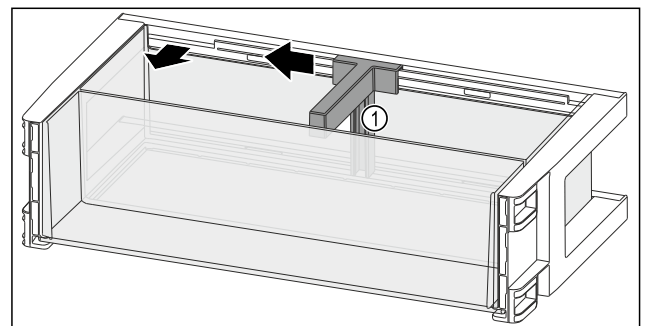

Fig. 141
- Spingere il fermabottiglie Fig. 141 (1) lateralmente fino all'incavo.
- Rimuovere il fermabottiglie Fig. 141 (1).